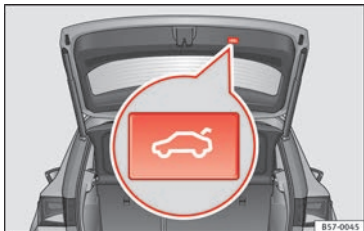

Fig. 133 Portellone del bagagliaio aperto: tasto per chiudere il portellone immediatamente.
- Premere brevemente il tasto ⇄ situato nel portellone del bagagliaio » fig. 133 » △.
Durante le operazioni di chiusura e apertura del portellone del bagagliaio sono udibili segnali acustici. Eccezione: quando il portellone viene aperto manualmente tramite la maniglia o la funzione Easy Open con il movimento del piede o viene chiuso tramite il tasto presente sulla maniglia stessa ►► fig. 133.
- Premere il tasto  ►► fig. 133 presente sul portellone per almeno 3 secondi.